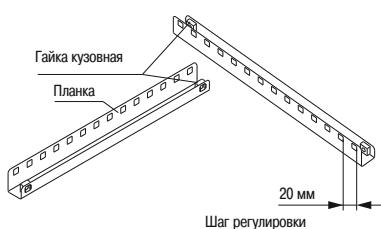

Рисунок 13
- 4.3.2 Вставьте кузовные гайки в планки (рисунок 13).